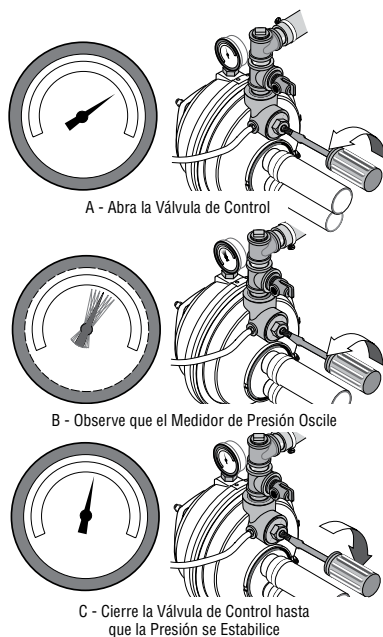

Figura 20: Fije la Válvula de Control
5. Cuando haya aumentado la presión del agua y ésta esté mantenida por la bomba, abra lentamente la válvula de control (consulte la Figura 20) observa la aguja del manómetro. Continúe abriendo la válvula hasta que esté completamente abierta o hasta que vea que la aguja del manómetro comienza a oscilar. Si la aguja comienza a oscilar, cierre lentamente la válvula justo hasta que deje de hacerlo. Ahora su bomba estará funcionando al máximo de eficacia.